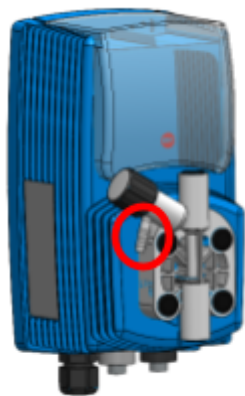

Abbildung 78.
- Vorbereitung: Befestigen Sie den Schlauch fest an der Spritze und schließen Sie das andere Ende des Schlauchs an den Entlüftungsnippel des Pumpenkopfes an (siehe Abbildung 78).